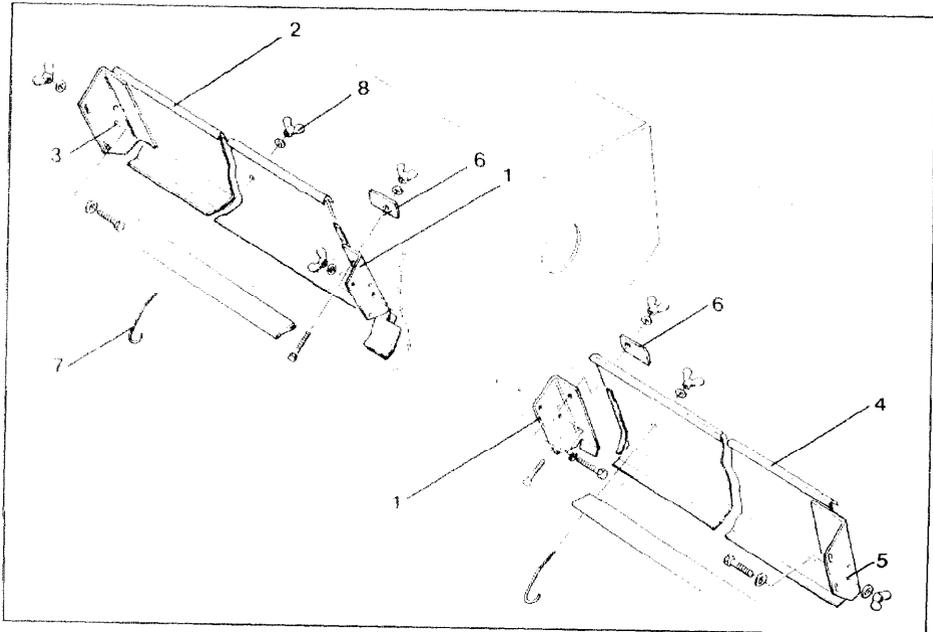

Fig. 51
- Visser la partie centrale (fig. 51) sur la tôle médiane de la trémie.
Visser le réducteur de capacité côté droit (fig. 51/2) sur la paroi extérieure droite de la trémie. Utiliser le perçage (fig. 51/3).
- Visser de la même manière, le réducteur de capacité côté gauche (fig. 51/4) sur la paroi extérieure gauche de la trémie. Utiliser le perçage (fig. 51/5).
- Assembler les deux réducteurs de capacité au centre de la trémie en utilisant pour chacun d'entre eux la pièce d'assemblage (fig. 51/6) du support central.